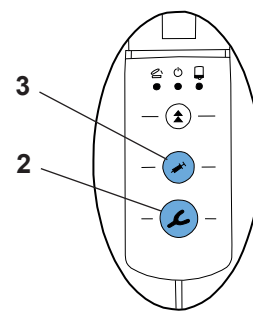

Fig. 8
- Programmet ST aktiveres automatisk, hvis operatøren trykker på en af forsyningstasterne (aftryksske (2, Fig. 8) eller aftrykssprøjte (3, Fig. 8)) uden at vælge et blandeprogram. Lampen tændes ved siden af ST.